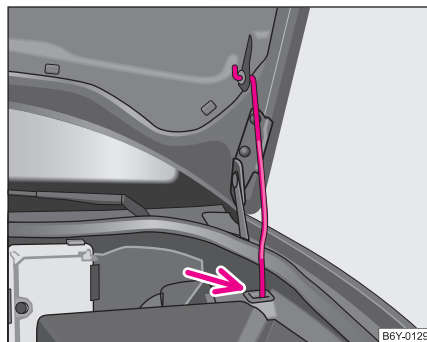

Fig. 140 Asigurarea capotei motorului cu tija de susținere
- Ridicați tija din suport și introduceți-o în orificiul prevăzut pentru aceasta ⇒ pagina 190, fig. 140.